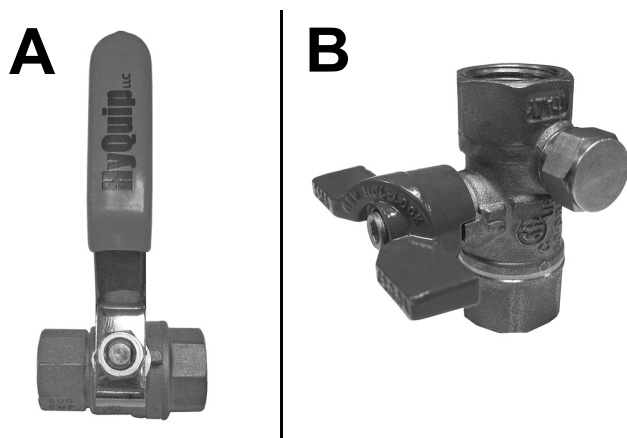

Figura 5-2. Válvula de accesorio con lumbra para manómetro
NOTA: La Figura 5-2 ilustra una válvula de cierre de combustible con una lumbra para manómetro para efectuar comprobaciones de presión de combustible. Esta válvula de accesorio permite efectuar comprobaciones de presión sin entrar en el gabinete del generador.
NOTA: La presión de gas también se puede probar de la válvula de cierre mostrada en la Figura 5-2 (B).